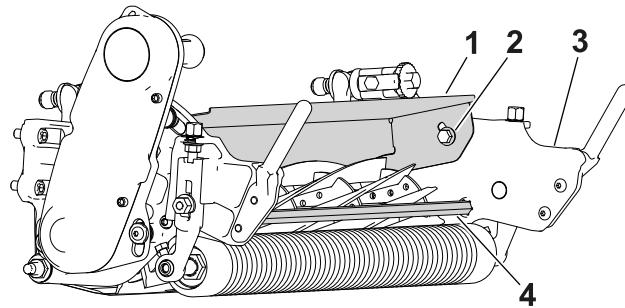

Рисунок 17
- Ослабьте винты крепления щитка-отражателя травы (Рисунок 17) к режущему блоку.